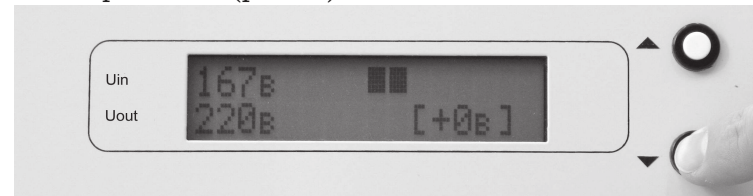

Рис.11
На индикаторе отображается следующая информация (рис.11):
1. Нажать и удерживать кнопку «ВНИЗ» (4 сек.) до появления на ЖК индикаторе, в нижней строке справа, числа в скобках [+0В], отображающее корректирующую величину среднего выходного фазного напряжения (рис.11).